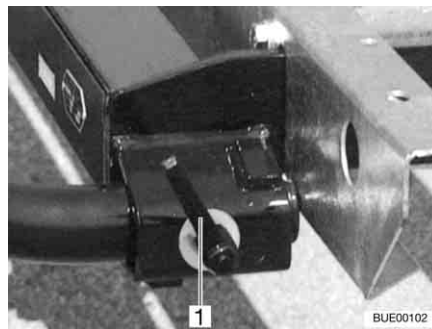

Fig. 6 Chiusura rapida
- Inserire il supporto a sinistra e a destra negli alloggiamenti sul telaio e assicurarlo con una chiusura rapida (Fig. 6,1).
- Rilasciare la chiusura rapida (Fig. 6,1) e sfilare i supporti dagli alloggiamenti sul telaio.